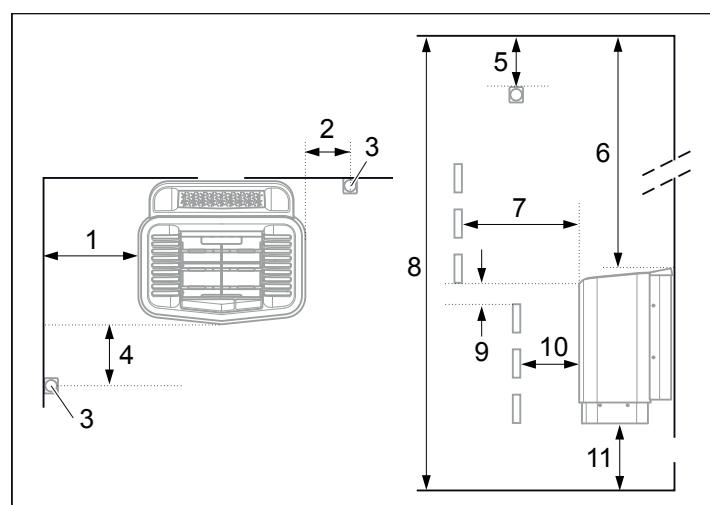
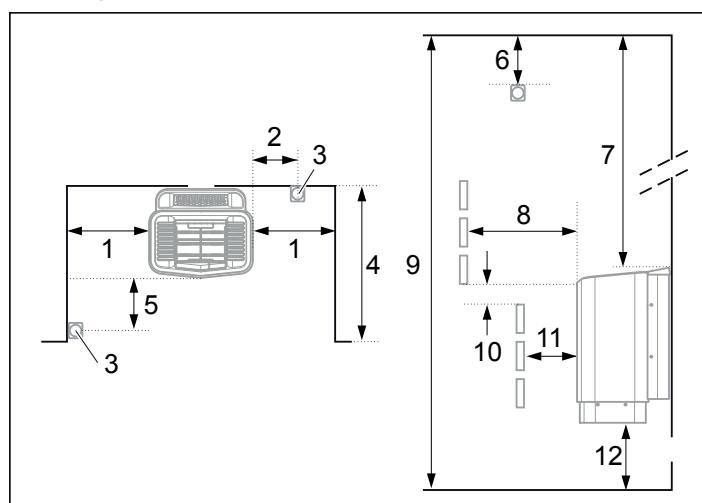

Figure 3 : Positionnement du poêle - installation normale
Figure 5 : Positionnement du poêle - installation en niche
- Déterminez le positionnement de la sonde (voir figure 3 et figure 5).
- sur le même mur que la porte (ou la cloison latérale s'il est très près du passage de porte). Le poêle peut également être placé dans une niche (voir figure 5).
- Positionnez le poêle à bonne distance du sol, des murs latéraux et des aménagements intérieurs (voir figure 3).
Positionnez la sonde conformément à l'illustration (voir figure 3).
1. Positionnez le poêle à bonne distance du sol, des murs latéraux et des aménagements intérieurs (voir figure 5).
2. Positionnez la sonde conformément à l'illustration (voir figure 5).